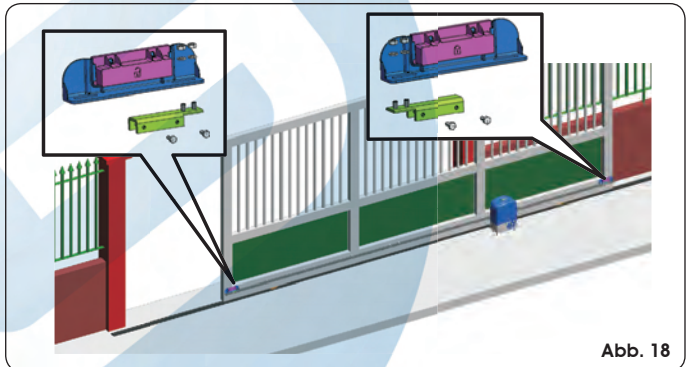

Abb. 18
Der Antrieb ist mit einem Magnet-Endschalter ausgerüstet, der den Stillstand der Bewegung des Tors verursacht, wenn der am oberen Teil der Zahnstange befestigte Magnet den Sensor erregt. Die im Lieferumfang des Antriebs enthaltenen Magnete sind entsprechend polarisiert und erregen lediglich einen Kontakt des Sensors, d.h. entweder den Schließ- oder den Öffnungskontakt. Der Magnet, der den Kontakt für die Toröffnung erregt, weist die Abbildung eines offenen Schlosses auf, der Magnet, der den Kontakt für das Torschließen erregt, zeigt das Symbol eines geschlossenen Schlosses (siehe Abb. 18). Für die korrekte Positionierung der beiden Endschaltermagnete sind die nachfolgenden Schritte auszuführen:
- ① Die beiden Magnete laut Angaben in der Abbildung 18 zusammenbauen.